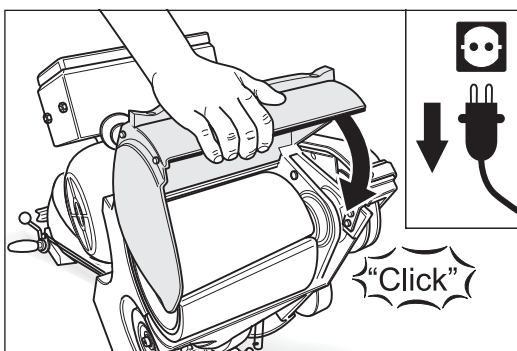
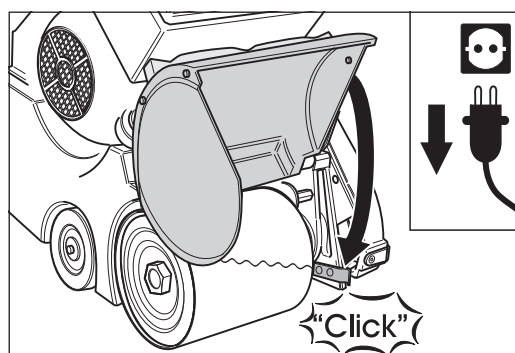

Abb. 35 Den Walzendeckel nach unten klappen. **Darauf achten, dass er fühlbar einrastet!**
Abb. 40 Den Walzendeckel nach unten klappen. **Darauf achten, dass er fühlbar einrastet!**
- 12 Klappen Sie den Walzendeckel nach unten. **Achten Sie darauf, dass der Deckel fühlbar einrastet (Abb. 35)!**
- 6 Klappen Sie den Walzendeckel nach unten. **Achten Sie darauf, dass der Deckel fühlbar einrastet (Abb. 40)!**
- Der Walzendeckel muss geschlossen sein (➔ *Abschnitt 5.2, Wechsel des Schleifmittels, Abb. 35 und Abb. 40*).